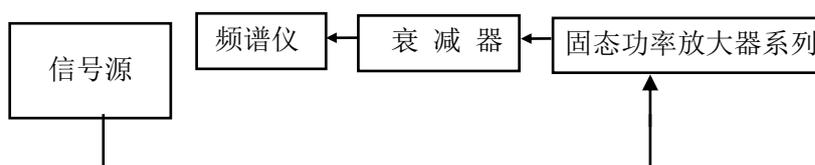

图 5-3 非谐波抑制测试框图
- 1) 如图 5-3 所示连接装置, 打开信号源、放大器与频谱仪的电源, 进行预热。